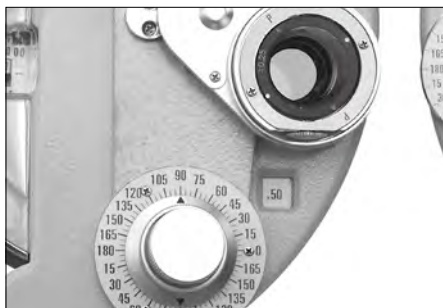

图 35
(2) 放映如图 ⑳ 所示的交叉柱镜点状视标。用手指转动旋转钮 ⑲ 来转动交叉柱镜 ㉑。然后让王先生比较在交叉柱镜转动前和转动后所看到的图片，在感觉好的那一面停下来。例如：如果交叉柱镜如图 35 所示时王先生看的最清楚，转动柱镜轴位钮 ㉒，使交叉柱镜的轴位朝着红色点的方向移动 5° ，使柱镜轴位显示盘 ㉓ 定位于 95° 。